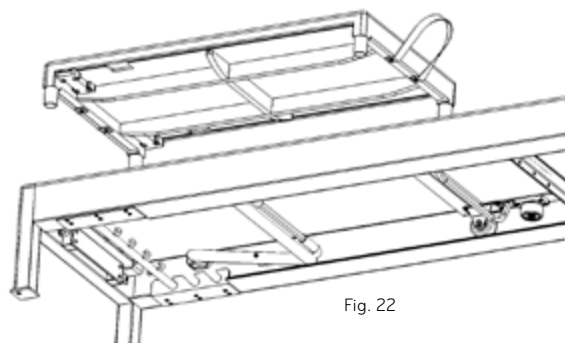

Fig. 22
5. Sollevare e installare il Mat Conversion all'interno del telaio. Esistono (2) sagome ritagliate sul lato inferiore del materassino per liberare i fulcri della barra per i piedi: assicurarsi che questi si trovino sull'estremità per i piedi del macchinario quando vengono installati. Fare riferimento alla fig. 22.